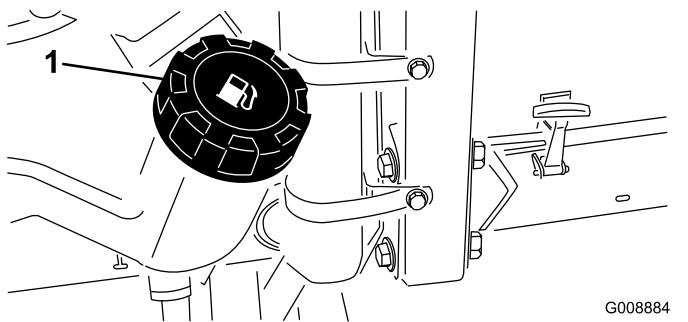

Bild 29
- Reinigen Sie den Bereich um den Tankdeckel (Bild 29).